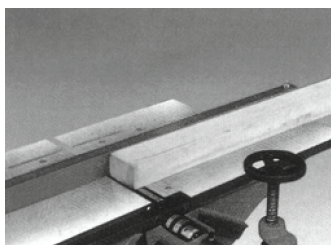

рис. 19
7.4 Стругание (рис. 19)
Дополнительный вид (рис. 19).